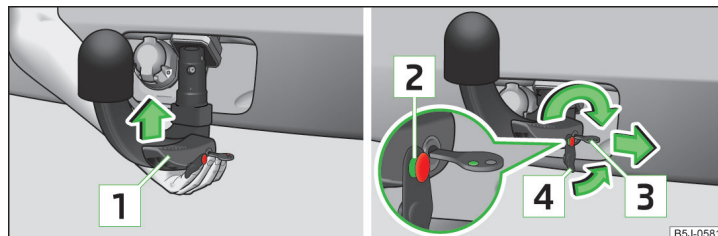

Fig. 123 Introducerea tijei cuplei / încuierea și așezarea capacului încuietorii
- Prindeți tija cuplei **de jos** » fig. 123 și introduceți-o în locașul de fixare până când se fixează cu zgomot » **!**.
Maneta **1** » fig. 123 se rotește **automat** în sus, iar bolțul de desfacere **2** iese în exterior (atât partea lui roșie, cât și cea verde sunt vizibile) » **!**.
- Introduceți capacul **4** » fig. 123 pe încuietorie, în sensul săgeții » **!**.